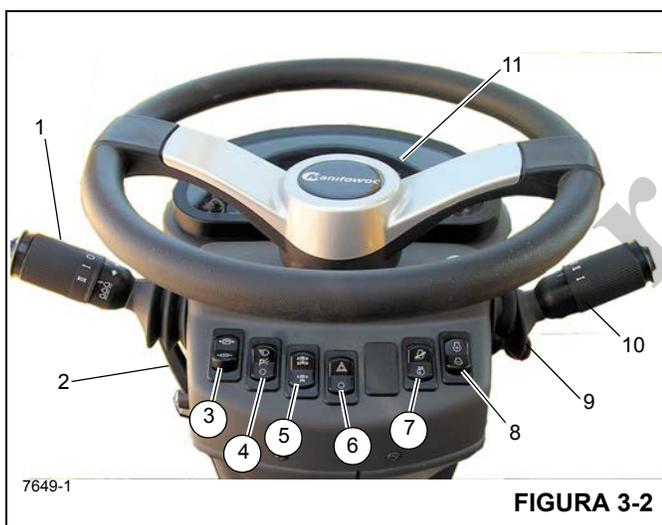

FIGURA 3-2
O conjunto da coluna de direção na Figura 3-2 é uma coluna de direção de pedestal inclinável e telescópica. Ele pode ser inclinado 30° para frente ou erguido verticalmente cerca de 2.5 pol. Ele inclui também a chave de ignição e o mostrador do indicador do barramento CAN (11) (Figura 3-2).
Números dos itens da Figura 3-2
A alavanca da sinaleira direcional e controles do limpador/lavador do para-brisa (1) (Figura 3-2) localizam-se no lado esquerdo da coluna de direção. Empurrar a alavanca da sinaleira direcional para baixo faz com a sinaleira direcional esquerda dianteira e a esquerda traseira pisquem. Empurrar a alavanca da sinaleira direcional para cima faz com a sinaleira direcional traseira direita e a dianteira direita pisquem.
A coluna de direção pode ser girada aproximadamente 30° para frente e erguida cerca de 2.5 polegadas (63,5 mm). Mova a alavanca de controle (2) (Figura 3-2) para baixo para travar a coluna de direção no lugar; girar a alavanca para cima libera a coluna de direção para os ajustes necessários.
A chave de controle do freio de estacionamento (3) (Figura 3-2) localiza-se na frente da coluna de direção. Esta chave de duas posições (Liga/Desliga) é usada para acionar e liberar o freio de estacionamento no conjunto motor-transmissão. A luz indicadora do freio de estacionamento na coluna de direção acende quando a chave de pressão no sistema de liberação do freio for ativada e o freio for aplicado.
A chave dos faróis (4) (Figura 3-2) localiza-se na frente da coluna de direção. Esta chave de três posições (OFF/PARK/HEADLIGHT) (Desligada/Estacionamento/Farol) controla a operação das luzes dos instrumentos, dos LEDs das chaves e das luzes do marcador na dianteira, traseira e na lateral do guindaste. Quando a chave estiver na posição On (Ligar), as luzes da coluna da direção e da chave acenderão.
A chave seletora do eixo de tração (5) (Figura 3-2) localiza-se na frente da coluna de direção. Esta chave de duas posições é marcada com 2WD HI (faixa alta) e 4WD LO (faixa baixa). A chave controla uma válvula solenoide (energizada pela tração alta em 2 rodas) que opera a faixa de velocidade e os cilindros de desconexão do eixo da transmissão. Quando a chave é colocada na posição 4WD LO (Tração nas quatro rodas, faixa baixa), a luz indicadora do eixo de tração na coluna de direção acende.
A chave seletora das luzes de perigo (6) (Figura 3-2) localiza-se na frente da coluna de direção. A chave tem duas posições (ON/OFF) (Ligada/Desligada) que fazem com que as quatro luzes da sinaleira direcional pisquem ao mesmo tempo quando a chave é posicionado em ON (Ligada). Quando a chave estiver na posição Ligada, as luzes indicadoras da sinaleira direcional na coluna de direção piscam.
A chave de diagnóstico/controle da rotação do motor (7) (Figura 3-2) é uma chave de duas posições fixas liga/desliga usada para acessar os códigos de falha do motor ou para ativar o controle de baixa rotação do motor e as funções de rotação do motor.
Função de diagnóstico — Com a chave de ignição na posição RUN (Funcionar) e o motor desligado, pressione a parte superior da chave de diagnóstico/controle da rotação do motor para visualizar os códigos de falha do motor no mostrador da coluna de direção. Se houver mais de um código de falha do motor ativo, use a chave de incremento/decremento (8) (Figura 3-2) para avançar e retroceder os códigos de falha. Se não houver códigos de falha do motor, o mostrador da coluna de direção indicará zeros.
Função da baixa rotação do motor — Com o motor funcionando e a parte superior da chave de diagnóstico/controle de rotação do motor pressionada, a baixa rotação do motor é ajustada por meio da chave de incremento/decremento (8) (Figura 3-2).
Função da rotação do motor — Com o motor funcionando e a parte inferior da chave de diagnóstico/controle de rotação do motor pressionada, a rotação do motor é ajustada por meio da chave de incremento/decremento (8) (Figura 3-2).
A chave de incremento/decremento (8) (Figura 3-2) é uma chave temporária de três posições em que a posição central fixa é a posição desligada. Use esta chave para avançar e retroceder os códigos de falha ativos ou ajustar a rotação do motor.
Função de diagnóstico — Com a chave de ignição na posição RUN (Funcionar), o motor desligado e a parte superior da chave de diagnóstico/controle da rotação do motor (7) (Figura 3-2) pressionada, pressione a parte superior ou inferior da chave de incremento/decremento para avançar ou retroceder os códigos de falha ativos indicados no mostrador da coluna de direção. Se não houver códigos de falha do motor, o mostrador da coluna de direção indicará zeros.
Função de rotação baixa do motor — Com o motor funcionando e a parte superior da chave de diagnóstico/controle da rotação do motor (7) (Figura 3-2) pressionada, pressione a parte superior ou inferior da chave de incremento/decremento para aumentar ou diminuir a baixa rotação do motor.
Função da rotação do motor — Com o motor funcionando e a parte inferior da chave de diagnóstico/controle de rotação do motor (7) (Figura 3-2) pressionada, a rotação do motor é ajustada por meio da chave de incremento/decremento. Pressione rapidamente a parte superior da chave uma vez para ir para rotação máxima; pressione rapidamente a parte inferior da chave para retornar à baixa rotação. Se a rotação do motor estiver abaixo do ajuste máximo da rotação, manter pressionada a parte superior da chave aumenta lentamente a rotação do motor; libere a chave depois de atingir a rotação desejada. Se a rotação do motor estiver acima do ajuste mínimo da rotação, manter pressionada a parte inferior da chave diminui lentamente a rotação do motor; libere a chave depois de atingir a rotação desejada.
A alavanca de câmbio (10) (Figura 3-2) localiza-se no lado direito da coluna de direção. A alavanca de controle aciona a válvula seletora da transmissão eletricamente. Posicionar a alavanca para cima aciona o avanço e posicionar a alavanca para baixo aciona a ré. Quando a alavanca está em neutro, ela permanece em um recorte. Para movimentar a alavanca para cima ou para baixo, puxe primeiro a alavanca para trás. Para mudar a transmissão para primeira, segunda ou terceira marcha, gire o botão para 1, 2 ou 3.